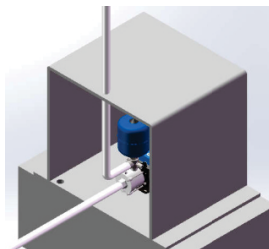

Figura 3
9.20 O pressurizador deve ser instalado em local coberto, ventilado e com proteção contra intempéries (ver figura 3)